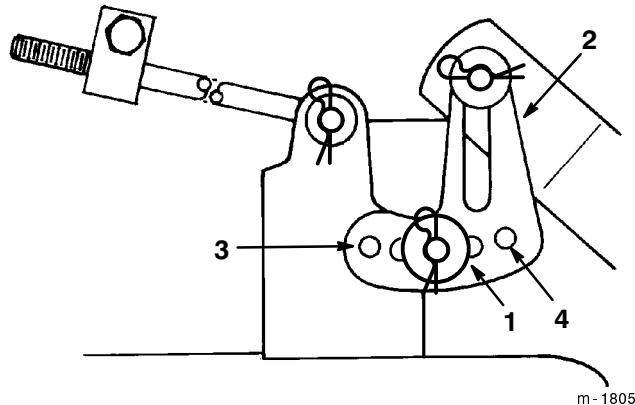

Bild 47
5. Entfernen Sie den Splint und die Scheibe vom Ausgleichsbügel (Bild 47). Bringen Sie zum Nivellieren der Schnittmesser den Ausgleichsbügel in einem anderen Loch an und montieren die Scheibe und den Splint wieder (Bild 47). Durch ein vorderes Loch wird die Schnittmesserhöhe gesenkt und durch ein hinteres Loch angehoben. Wiederholen Sie diesen Vorgang an der anderen Schneidwerkseite.